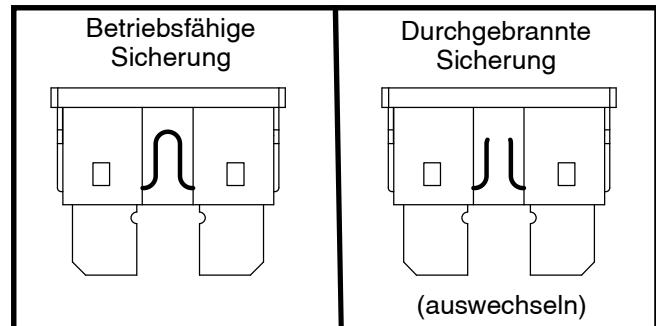

Abb. 31. Wechseln der Sicherung
2. Sicherung auf Durchbrennen überprüfen. Siehe Abb. 31.